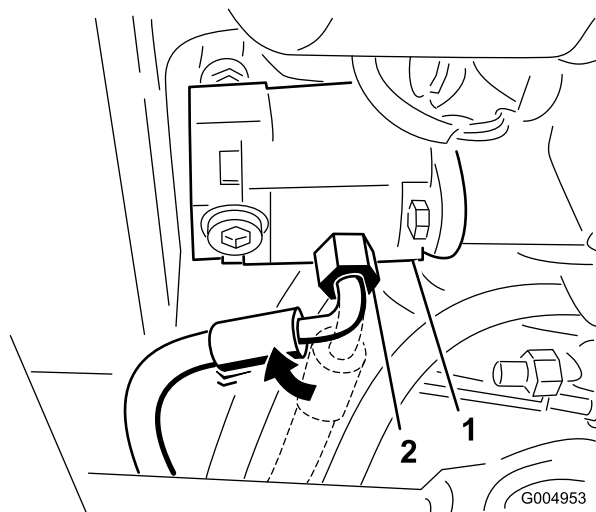

図 103
25. ポンプについている圧力側ホース用のフィッティングをゆるめて45度回転させ、車体前方を向ける 図 103。
注 図 103 は、トラクションユニットを下から見た図です。